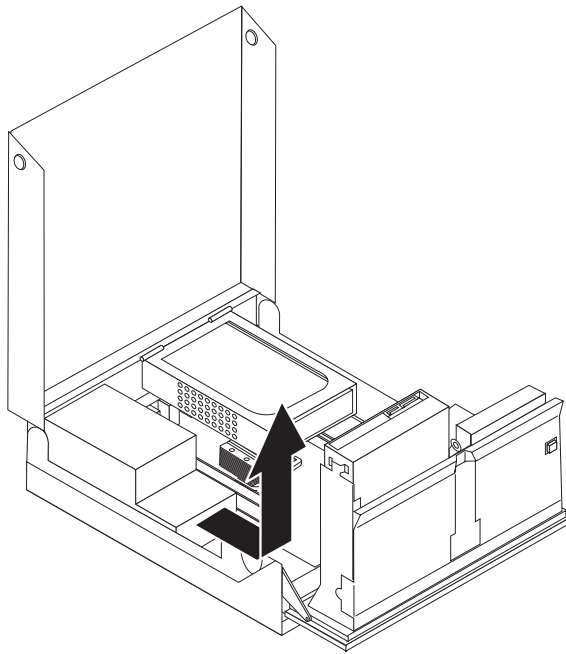

图 19. 卸下电源
8. 将电源组合件从机架中滑出并从计算机中卸下。请参阅图 19。